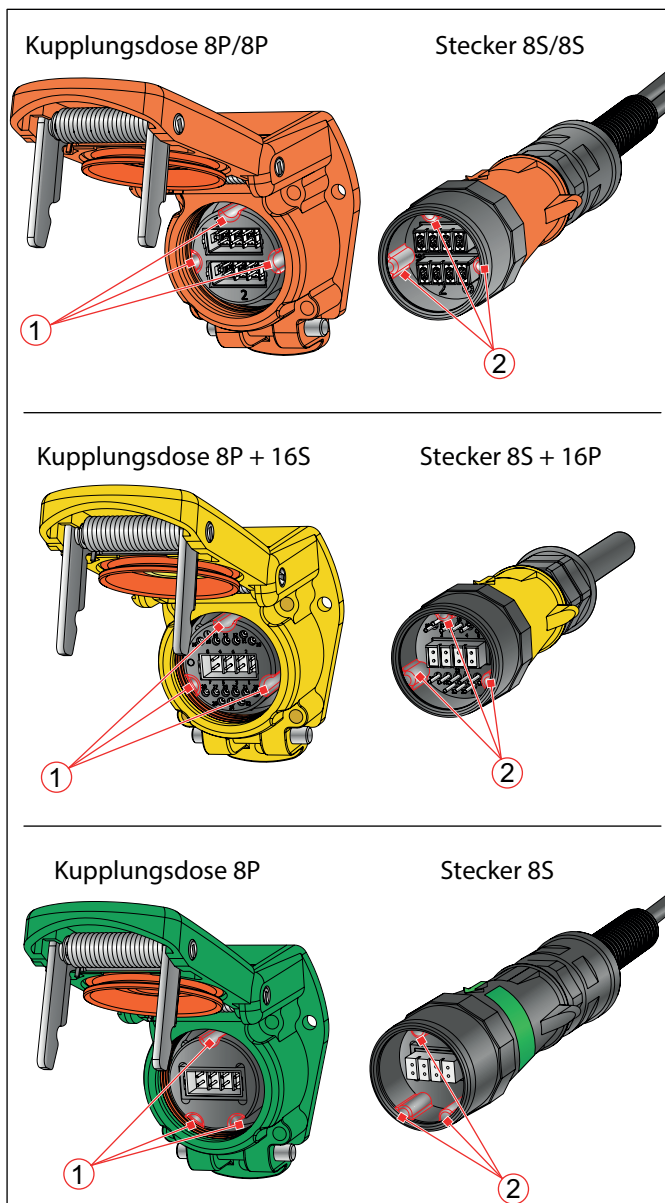

Abb. 14: Nuten (1) an Dosen und Führungen (2) an Steckern
- ▶ Stellen Sie sicher, dass beim Steckvorgang Nuten (1) und Führungen (2) von Stecker und Dose immer ineinandergleiten (siehe **Abb. 14**).
- ▶ Dann den Stecker so einstecken, dass die Führungen (2) im Stecker ohne hohen Kraftaufwand in die Nuten (1) der Dose gleiten (siehe **Abb. 14**). Dabei darauf achten,
- ▶ Anschließend den Klappdeckel (3) von Hand schließen, bis der Verschlussmechanismus (8) an Deckel und Stecker einrastet.